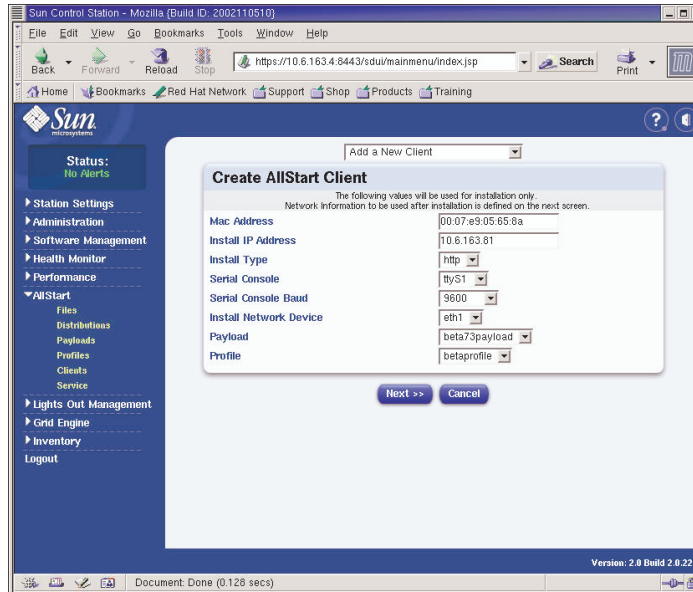

FIGURE 2-18 Fenêtre Create AllStart Client
**3. Dans la fenêtre Create AllStart Client, créez le client en définissant les informations du nœud sur lequel vous voulez charger la charge utile (voir l'exemple de la FIGURE 2-18). Vérifiez que les options requises suivantes sont sélectionnées :**